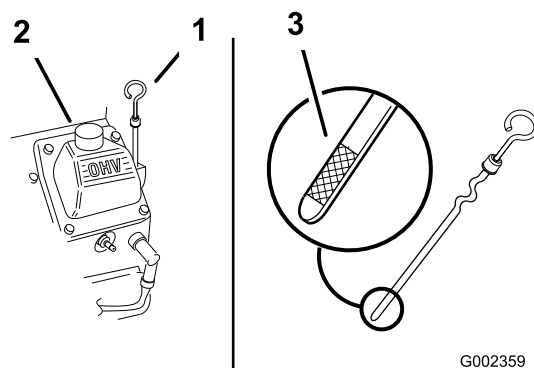

Figura 152
1. Pulite l'area intorno al tappo di rifornimento dell'olio e l'asta di livello (Figura 152).